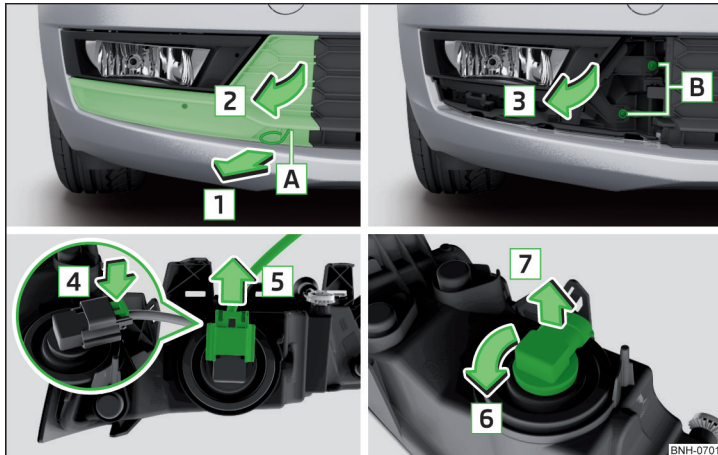

Abb. 270 Nebelscheinwerfer herausnehmen / Glühlampe wechseln
- › In die Öffnung **A** » Abb. 270 den Bügel zum Abziehen der Radvollblenden einführen.
- › Den Nebelscheinwerfer entgegen der Pfeilrichtung **3** » Abb. 270 einsetzen und festschrauben.